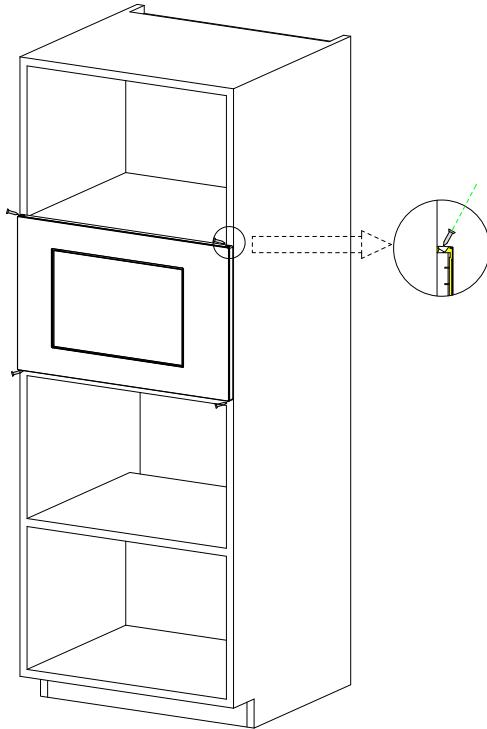

Fig. 2
- b) Empurre o forno micro-ondas até ao fim. (Fig.2)